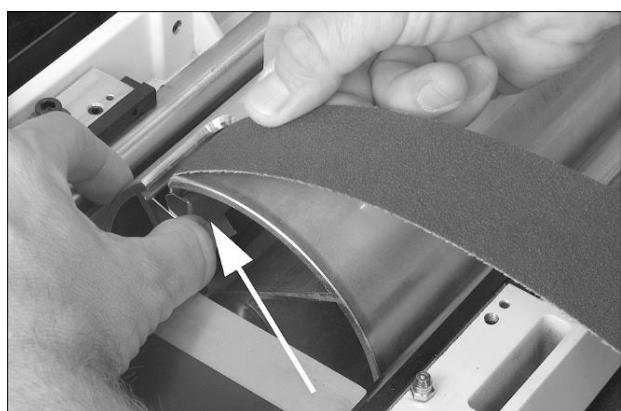

Рис. 6-7
- Прижмите зажимной рычаг (Рис. 6-7) на внешней (левой) стороне барабана и проденьте клиновидный конец абразивной ленты через прорезь в зажиме, как показано на рисунке. Заведите в зажим примерно 75 мм абразивной ленты. Выровняйте косую кромку ленты с левым краем барабана.